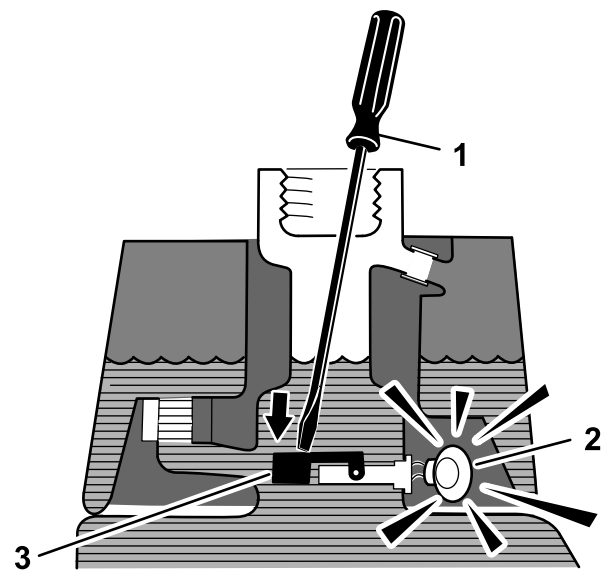

図 40
3. 汚れのついていない鉄の棒やねじ回しなどをタンクの首から差し込んで、フロートスイッチ 図 40 を押し下げる1 秒後にアラームがなれば正常。